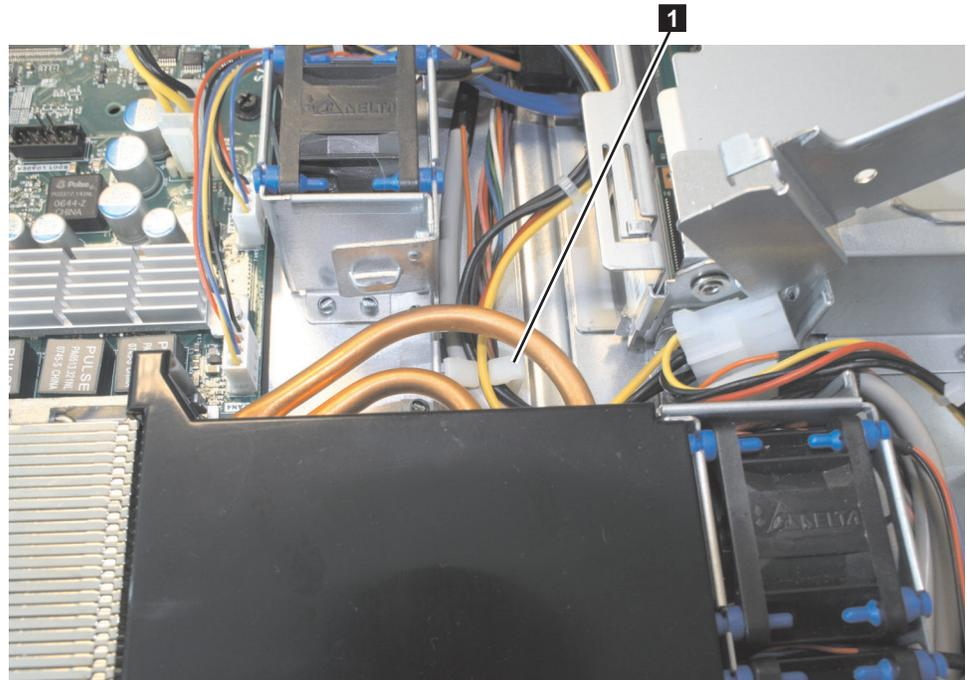

図 161. SAN ポリウム・コントローラー 2145-8A4 電源機構ケーブル用の保持クリップ
6. P5 コネクターの付いた電源機構ケーブルを CD/DVD インターフェース・カードに配線し、図 161 に示すように、シャーシ上の保持クリップ**1**の下に固定します。